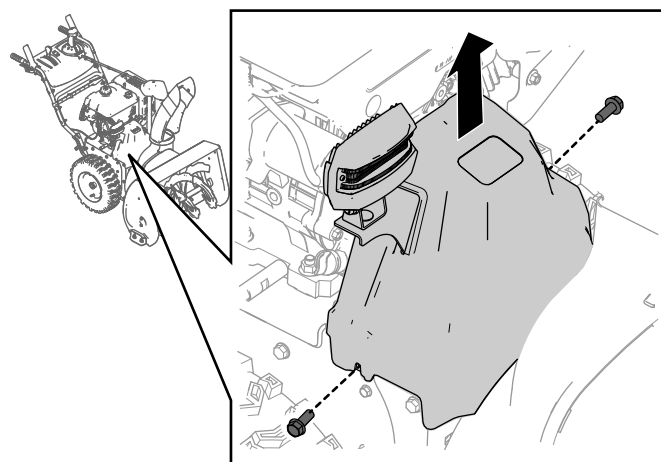

Figure 27
1. Enlevez les 2 vis de fixation du protège-courroie (Figure 27).
2. Déposez le protège-courroie (Figure 27).